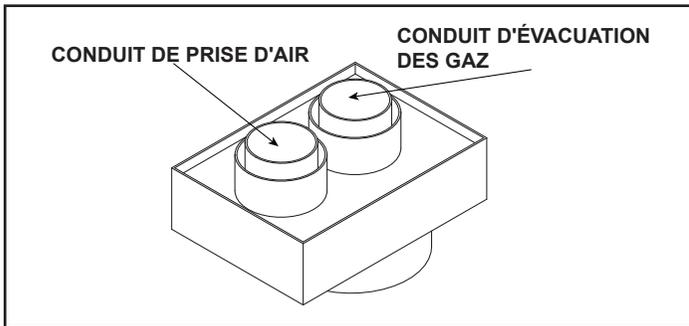

Figure 4.31. Connecteur d'appareil coaxial/colinéaire
**Consultez la section COAXIAL/ COLINÉAIRE et la figure 4.31.**